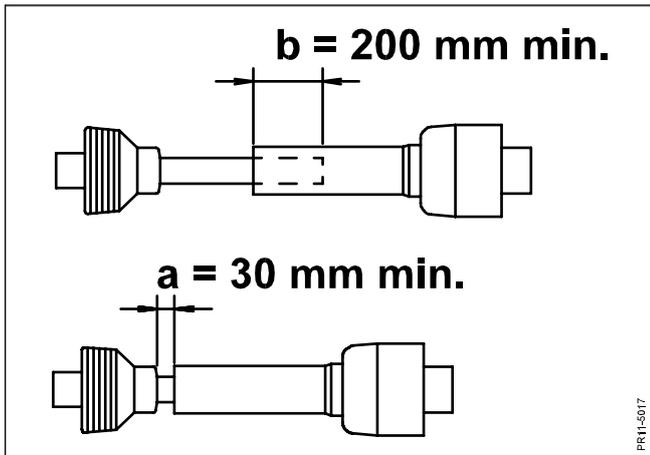

Fig. 2-7
- Fig. 2-7** Die Gelenkwelle in der Länge so anpassen daß:
**WICHTIG:** Die angegebenen Werte für Überlappung auf den Rohrenden müssen unbedingt eingehalten werden, wie auf Fig. 2-7 gezeigt.
2. Die Profilrohre parallel nebeneinander halten, und die 30 mm (Minimum kennzeichnen. Siehe auch Fig. 2-7).